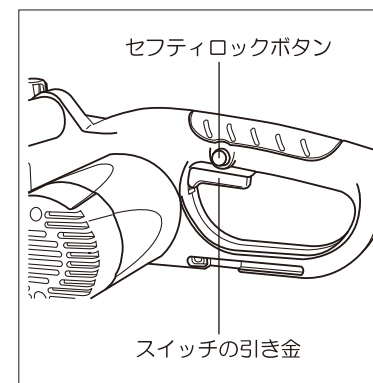

図2
- スイッチはセフティロックボタンを押した状態で引き金を引くと入り、はなすと切れます。（図2参照）